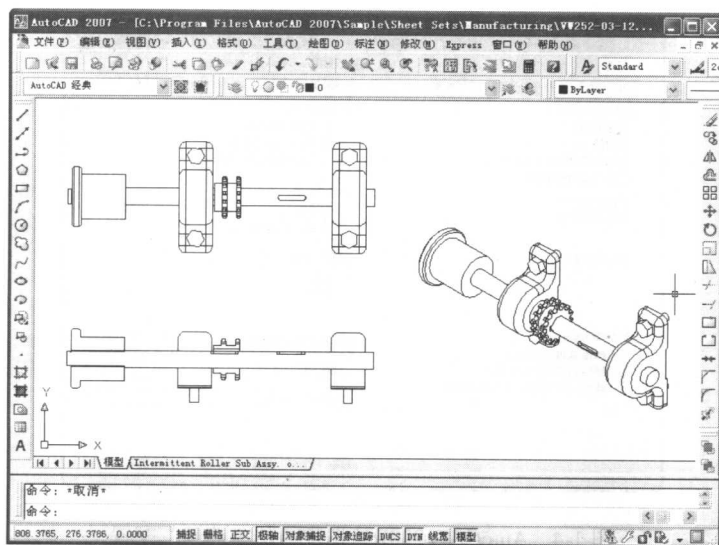

图 1-3 机械零件装配图
(1) 系统操作简洁实用, 采用 Windows 98 以上的操作平台, 人机界面的操作方式符合 Windows 界面风格与操作规范, 采用面向对象方法, 使软件操作更加方便, 针对不同对象(特征、尺寸、公差等)单击鼠标左键, 弹出相应对象的操作菜单, 方便快捷, 无需费力搜寻菜单。软件的一系列操作, 如文件操作、删除操作、窗口操作、退回操作的图标和操作方式与 Windows 风格完全一致。同时, 使用 OLE 技术, 使 AutoCAD 软件与其他 Windows 组件配合使用。
(2) 采用广大设计人员所熟悉的工程应用的特征(如孔、槽、螺纹、圆角、倒角等)作为构造零件的基本单元, 改变传统的以几何设计为主的方式, 提高设计效率。特征的引用直接体现了设计意图, 设计人员可以将更多的精力用在创造性构思上。
(3) 采用二维/三维关联设计技术, 高效地生成符合国标的工程图纸。使用三维 AutoCAD 软件后, 设计人员只需交互地进行各种视图布局方式、类型的选择, 即可方便快捷地完成整个工程图纸设计。
(4) 二维草图智能动态导引技术, 可以自动地推断设计者的设计意图。三维特征参数驱动, 修改方便, 零件三维实体可任意拖动, 在着色状态下动态显示三维实体体现产品设计过程的直观效果, 更易于用户使用。三维设计技术是虚拟设计的基础, 并为后续的分析、制造过程提供完整统一的产品数据。
(5) 装配设计使得在微机平台上进行复杂部件的设计成为可能。通过施加约束与配合关系, 采用拖放方式操作, 使得零件装配就像搭积木那样方便(机械零件装配图如图 1-3 所示), 对装配、子装配、零件、装配特征、约束及辅助视图以记录树形式进行管理, 可以完成装配件爆炸、剖切、干涉检查、运动仿真、最小间隙、物性计算、零件列表等活动。